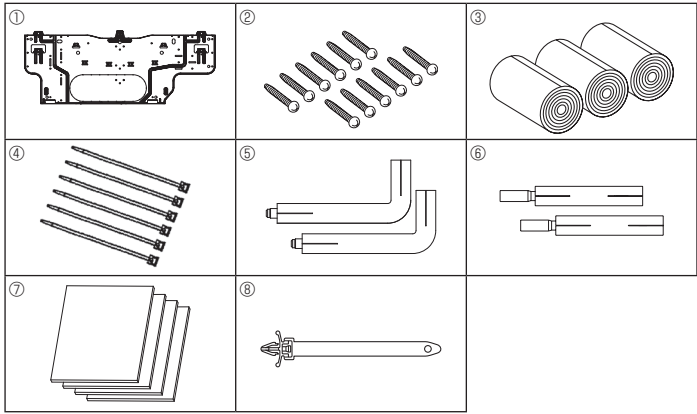

Fig. 3-1
3.1. Comprobación de los accesorios de la unidad interior (Fig. 3-1)
- Ⓐ Placa de montaje ① en la Fig. 3-1
- Ⓓ Tornillos de fijación (4 × 25) Ⓔ en la Fig. 3-1
- Ⓕ Placa de montaje Ⓐ en la Fig. 3-1
- Ⓔ Cinta de fieltro Ⓒ en la Fig. 3-1